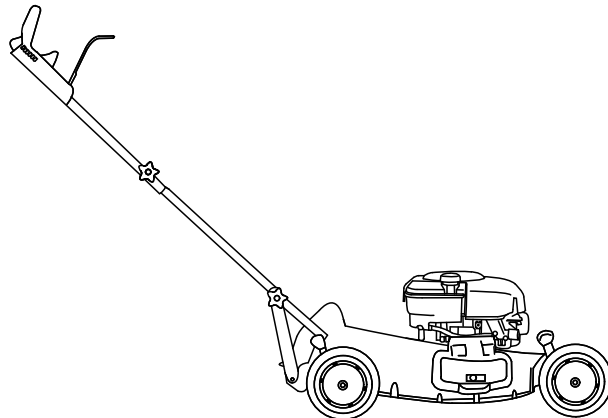

Figura 6
5. Doble el manillar hacia atrás (Figura 6).